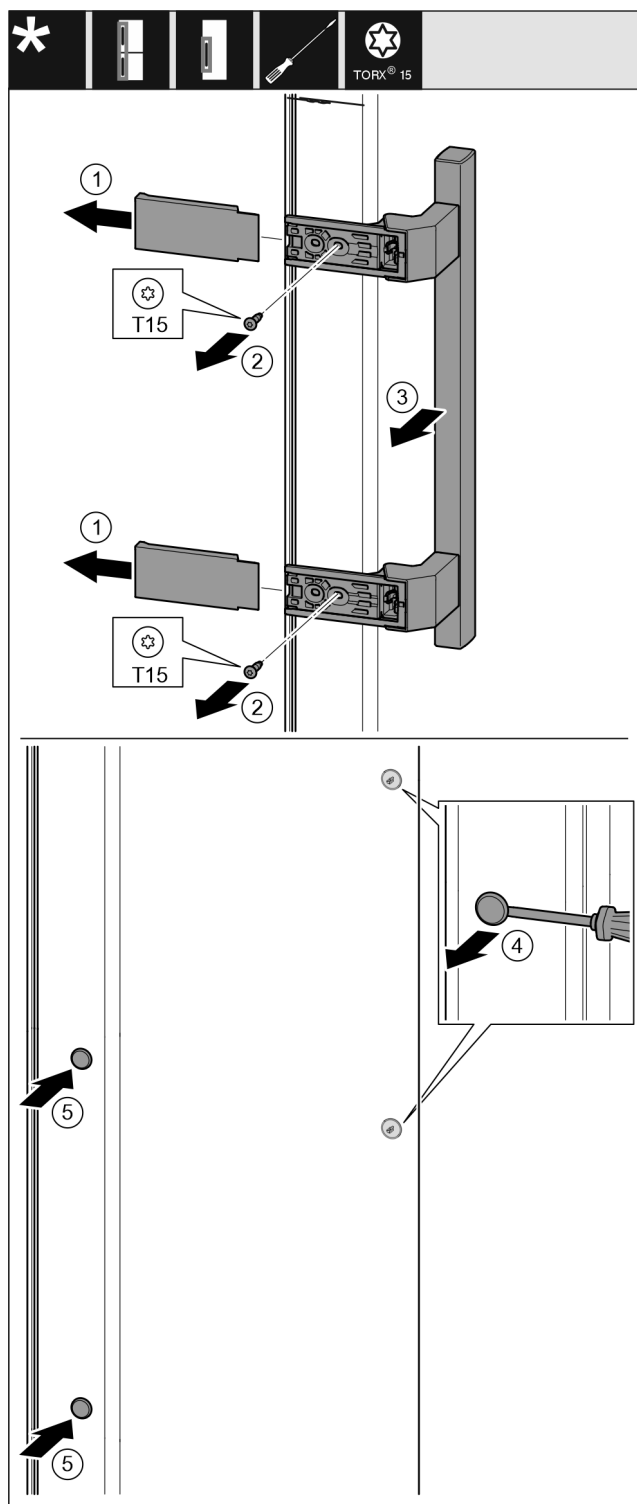

Fig. 13
- ▶ Stáhněte kryt. Fig. 13 (1)
- ▶ Šroubovákem T15 vyšroubujte šrouby. Fig. 13 (2)
- ▶ Sejměte madlo. Fig. 13 (3)
- ▶ Postranní zátku opatrně nadzvedněte plochým šroubovákem a vytáhněte. Fig. 13 (4)
- ▶ Zátku opět vložte na druhé straně. Fig. 13 (5)